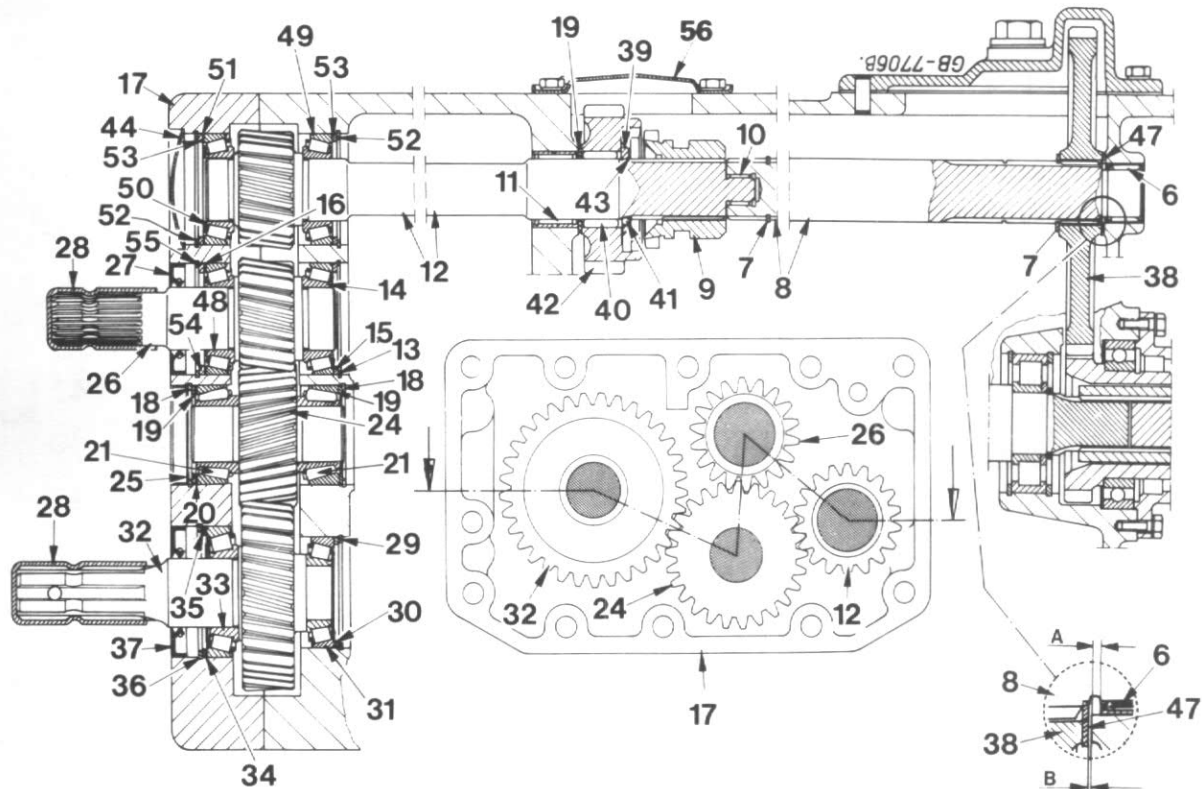
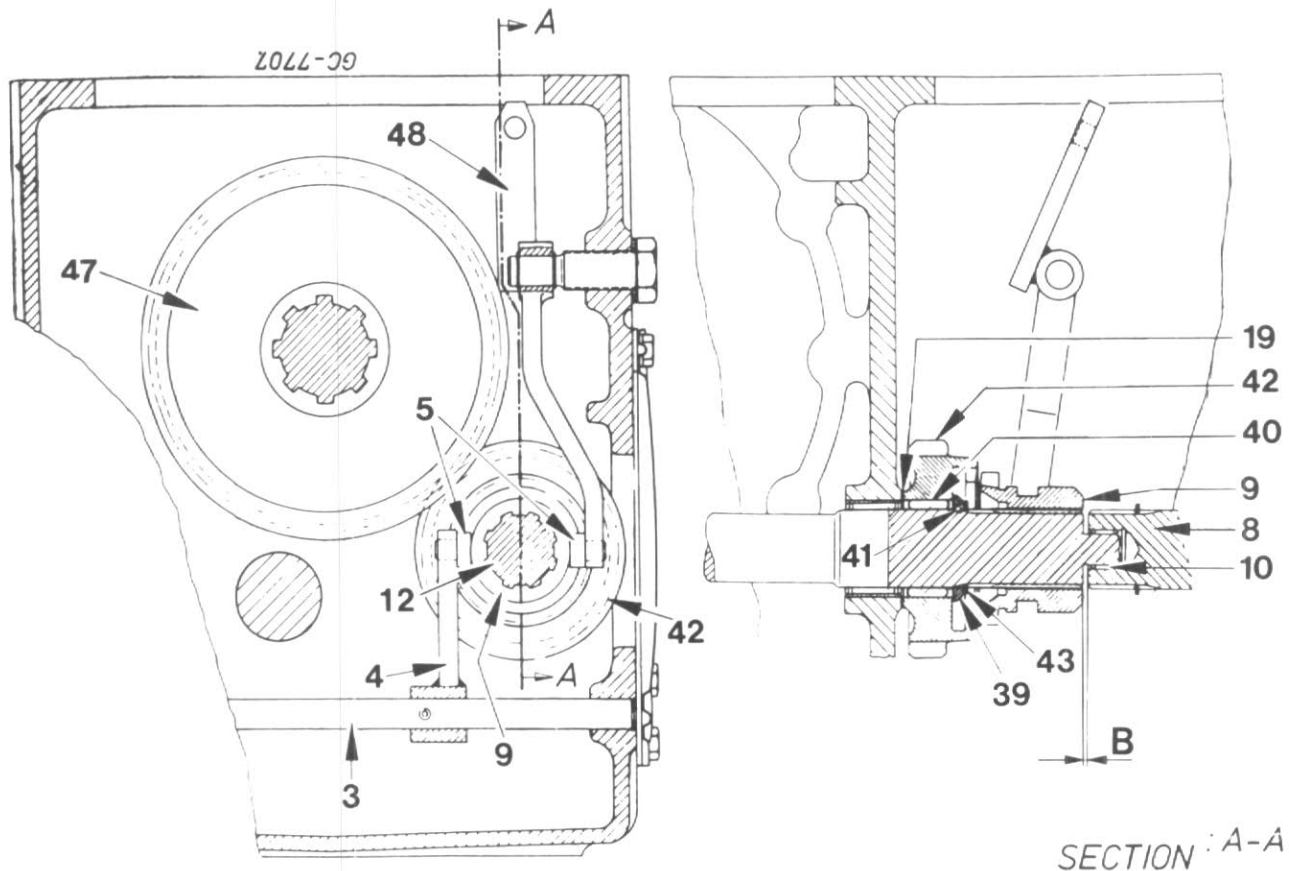

Figure 144
Figure 145
La transmission à quatre roues motrices et la prise de force proportionnelle sont entraînées par l'arbre secondaire par l'intermédiaire des pignons (47 et 42, Fig. 145) de sorte que la vitesse de rotation de la prise de force est proportionnelle à la vitesse d'avancement du tracteur. La prise de force proportionnelle sert à entraîner des équipements spéciaux tels que remorques à pont moteur, etc.
Le levier de blocage (48, Fig. 145) est prévu pour des raisons de sécurité. Lorsque vous passez en gamme route, la chape de commande fait glisser vers l'arrière la branche supérieure du levier (48) tandis que la branche inférieure se déplace vers l'avant, désengageant ainsi la commande entre le pignon (42) et l'accouplement (9).
Retirez le couvercle latéral (56, Fig. 144). Glissez le manchon d'accouplement (9) vers l'avant. Avec une paire de pinces coudées à bords effilés, dégagez le jonc d'arrêt (43) de la gorge de l'arbre (12) et faites-le glisser vers l'avant, contre le manchon. À l'aide d'un levier approprié, déplacez l'arbre de prise de force (12) vers l'arrière. Enlevez le jonc d'arrêt (43, Fig. 145) la rondelle (39), la bille (41), le pignon (42), le roulement (40) et la rondelle de butée (19).
Montez toutes les pièces dans l'ordre inverse de celui du démontage avec référence à la vue en coupe de la Figure 144.
Le jeu axial du pignon (42, Fig. 145) sur l'arbre d'entraînement de la prise de force (12) doit être de 0,1 - 0,7 mm.
Si la précharge est plus élevée que spécifié, mettez des cales d'épaisseur (16, 20, 51 ou 34) figure 144, plus minces; si elle est moindre, mettez des cales plus épaisses. A l'installation de roulements ayant déjà travaillé, utilisez les cales trouvées lors du démontage. Avec des roulements usagés, la résistance à la rotation est perceptiblement plus basse.